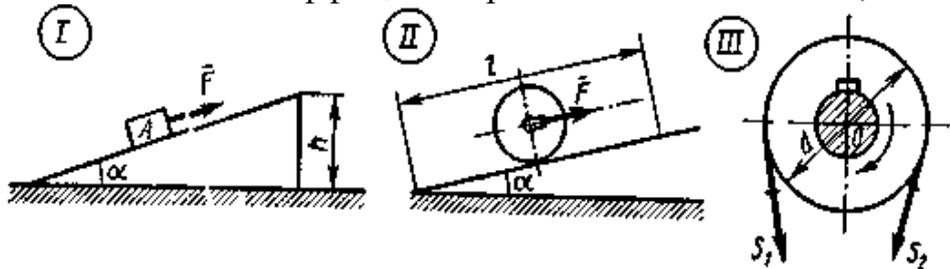

Рисунок 2
**Задача 21.** Груз А массой 200 кг с помощью наклонной плоскости с углом подъема  $\alpha = 30^\circ$  поднят на высоту  $h = 1,5$  м силой параллельной наклонной плоскости (рис. 2, схема I) с постоянной скоростью. При перемещении груза по наклонной плоскости коэффициент трения скольжения  $f = 0,4$ . Определить работу силы  $F$ .
**Задача 23.** По наклонной плоскости с углом подъема  $\alpha=30^\circ$  равномерно вкатывают каток массой 400 кг и диаметром 0,4 м (рис. 2, схема II). Определить высоту, на которую будет поднят каток, если затраченная работа силы тяги  $W=4000$  Дж, коэффициент трения качения  $f_k=0,08$  см. Сила тяги приложена к оси катка параллельно наклонной плоскости.
**Задача 24.** Посредством ременной передачи (рис. 2, схема III) передается мощность  $P=25$  кВт. Диаметр ременного шкива  $d=80$  см, частота вращения шкива составляет 390 об/мин. Определить натяжение  $S_1$  ведущей ветви и  $S_2$  – ведомой ветви, считая  $S_1 = 2S_2$ .